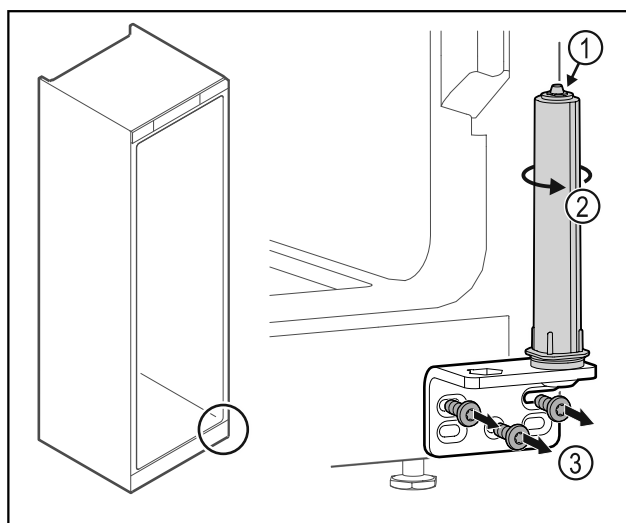

Fig. 38
- Älä pura oven sulkuyksikköä Fig. 38 (1).
- Kierrä sulkuyksikköä Fig. 38 (2), kunnes se naksauttaa.
- Irrota saranakulman ruuvit Fig. 38 (3).